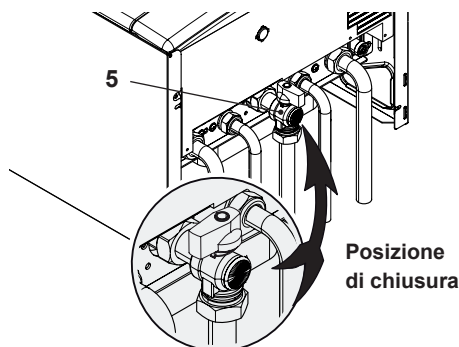

Figura 6.2
- Richiudere il rubinetto gas 5 in Figura 6.2.